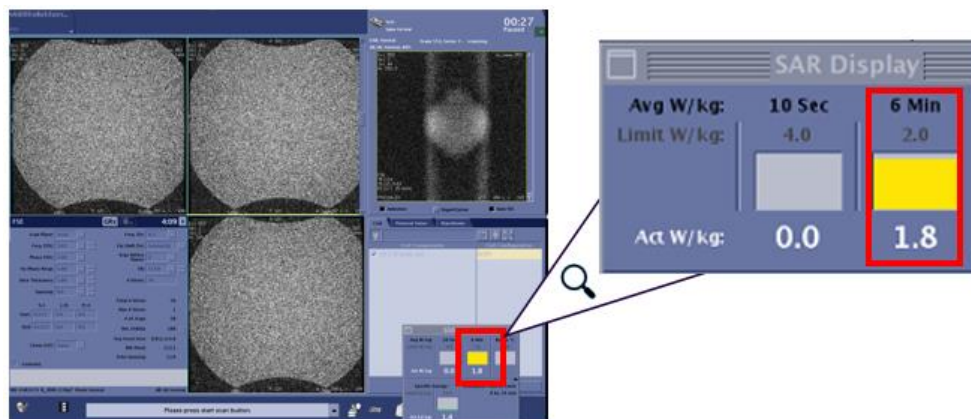

Figura 4. Tela SAR mostrando “6-minute SAR average” (média SAR de 6 minutos) exibindo Amarelo pronto para retomar a varredura.
5. Aguarde até que a “6-minute SAR average” (média SAR de 6 minutos) esteja abaixo do limite indicado em “SAR Display” (Exibição SAR) e o indicador fique amarelo (**Figura 4**) antes de pressionar o botão “Start Scan” (Iniciar varredura) no SCIM para retomar a varredura.